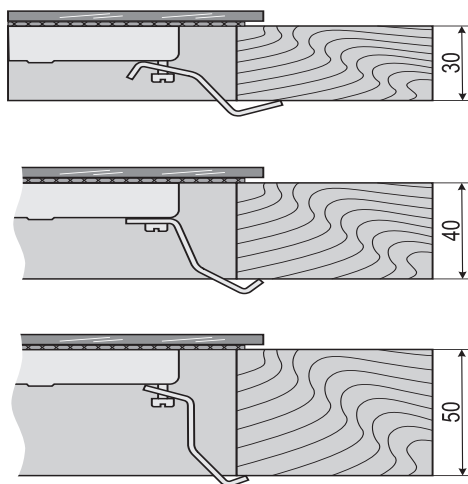

Рис. 21
4. Аккуратно вставить стол в проем и в зависимости от толщины столешницы (рис. 21) закрепить стол при помощи 4-х кронштейнов.